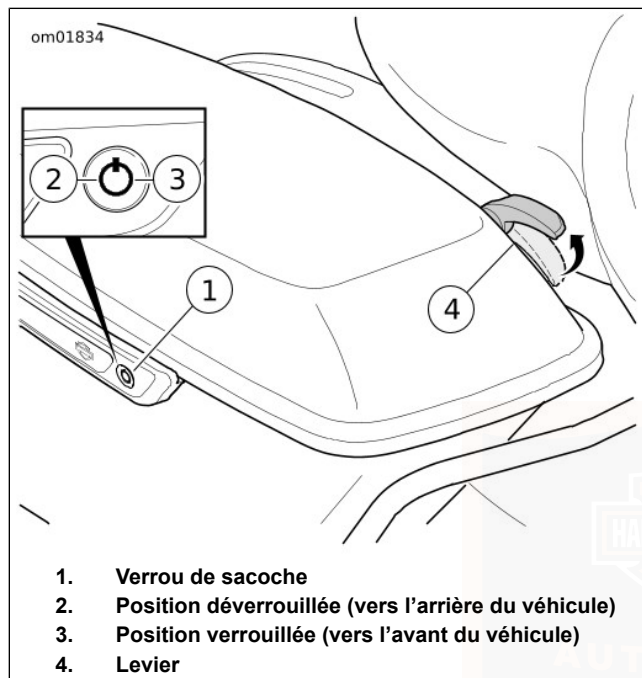

Figure 29. Sacoche
Clé : Voir Figure 29. Introduire la clé et la tourner d'un quart de tour vers l'avant du véhicule. Remettre la clé en position centrale et la retirer.
Clé : Voir Figure 29. Introduire la clé et la tourner d'un quart de tour vers l'arrière du véhicule. Remettre la clé en position centrale et la retirer.
1. Voir Figure 29. Déverrouiller la sacoche.
1. Voir Figure 29. Fermer le couvercle de la sacoche.
1. Voir Figure 29. Ouvrir la sacoche.